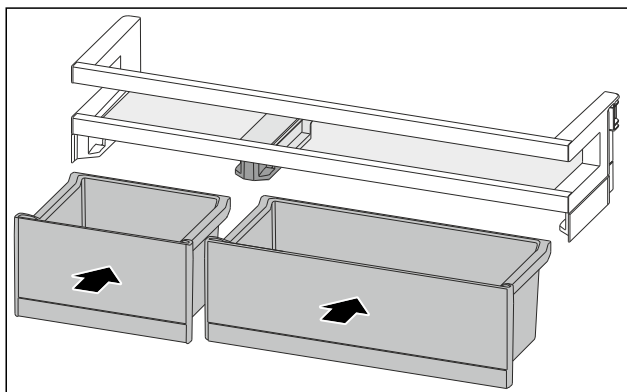

Fig. 95
- ▶ VarioBoxen in getauschter Anordnung einsetzen. (siehe Fig. 95)